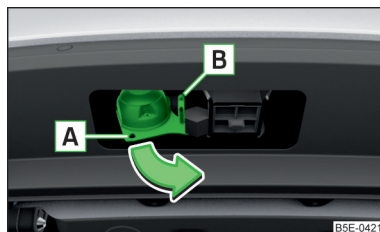

Fig. 171
- Agarre el conector de 13 polos por la zona **A** y extráigalo en el sentido de la flecha » fig. 171.
- Agarre el conector de 13 polos por la zona **A** e introdúzcalo en el sentido contrario al de la flecha » fig. 171.
El ojal de seguridad **B** » fig. 171 sirve para enganchar el cable de retención del remolque.